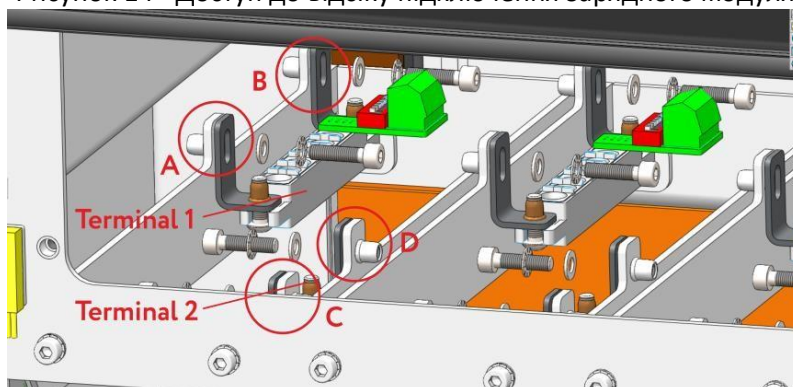

Рисунок 15 - Підключення модулів
10. Зніміть кріплення в місцях A, B, C, D. Встановіть модуль у комірку згідно з маркуванням та підключіть до модуля клеми 1 та 2 (рис. 15).